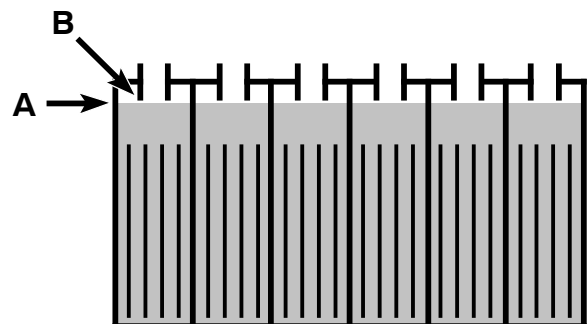

FIG. 26
- Après la mise en charge des batteries, vérifiez le niveau d'électrolyte (A) dans chaque élément de batterie. Le niveau doit se trouver environ à 1 cm du bord inférieur de l'orifice de remplissage (B). Ajoutez de l'eau distillée si nécessaire (Figure 26). NE REMPLISSEZ PAS TROP.